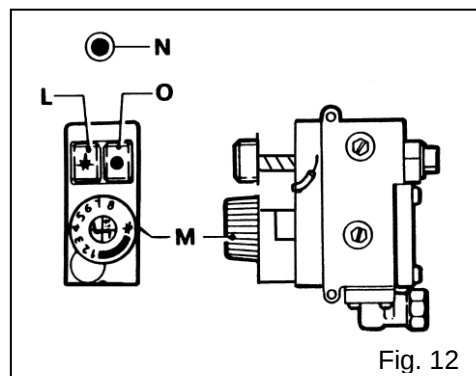

Fig. 12
7.1.2 Bruciatore del forno (Fig. 12)